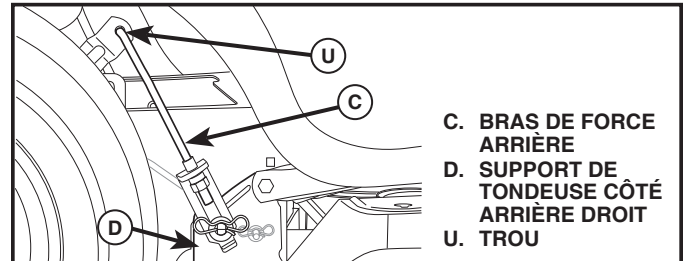

Fig. 13
## 7. ATTACHER LES BRAS DE FORCE ARRIÈRE (C) (Voir la Fig. 13)
- Insérer l'extrémité de la tige du bras de force arrière (C) dans le trou (U) du bras de suspension d'arbre et pivoter le bras vers le bas de la tondeuse.
- Lever le coin arrière de la tondeuse et placer la fente dans le bras sur la goupille sur le support arrière de la tondeuse (D) et fixer avec une grande rondelle et un grand ressort de retenue.